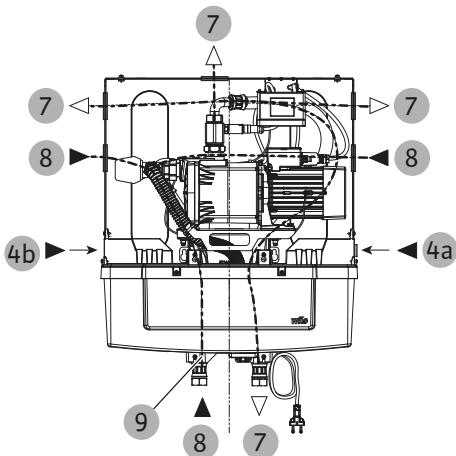

Fig. 14: Raccordements hydrauliques
- Raccordement pour la distribution de l'eau de fonctionnement (manchon G 1") (Fig. 14, pos. 7).
- Tuyau d'eau du robinet (G 3/4") (Fig. 14, pos. 4 ou chapitre Rotation du raccordement de l'eau du robinet [▶ 88] pos. 4a ou 4b)
Il est vivement recommandé de combiner un tuyau flexible et une vanne d'arrêt pour effectuer le raccordement. Le raccordement pour la vanne de réalimentation (Fig. 14, pos. 4) doit comporter un joint plat et un manchon.
- Conduite d'aspiration du réservoir (manchon G 1") (Fig. 14, pos. 8)
- Relier le raccordement de trop-plein (Fig. 14, pos. 9) pour petites fuites au tuyau de trop-plein (à fournir par le client, diamètre intérieur Ø 19–21 mm) (Fig. 2, pos. 29)
L'arrivée d'eau du robinet (Fig. 1, pos. 4) est montée de série sur le côté droit (Fig. 14, pos. 4a) de la bâche de stockage. Pour faciliter l'installation, il est possible de la monter sur le côté gauche (Fig. 14, pos. 4b).